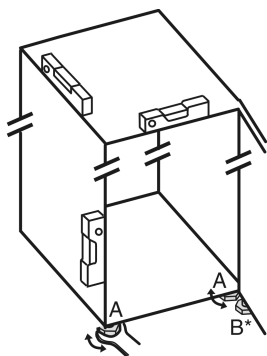

Fig. 2
- Dévisser les pieds réglables Fig. 2 (A) avec la clé plate fournie et utiliser un niveau à bulle pour vérifier que l'appareil est bien plan.
- Dévisser le pied réglable Fig. 2 (B) du support de palier avec la clé plate fournie jusqu'à ce qu'il touche le sol.
- Tourner le pied réglable Fig. 2 (B) de 90° supplémentaires.